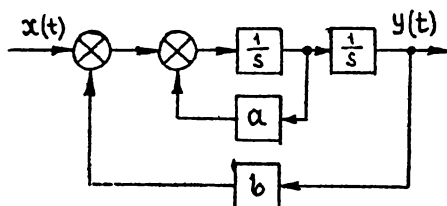
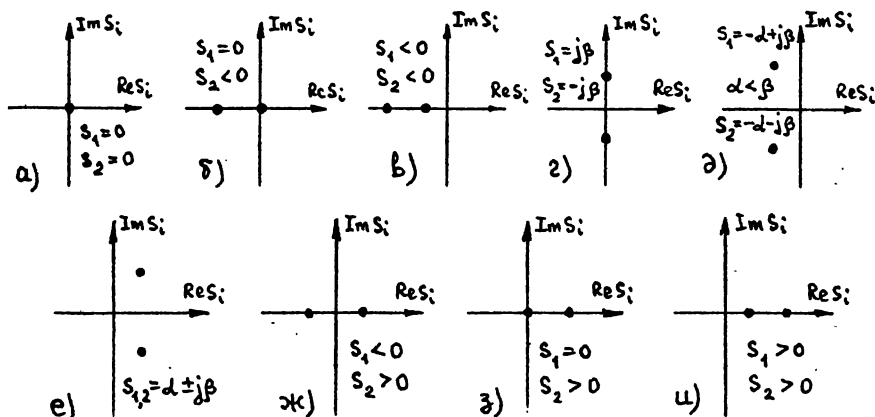

Рис. 21
Рис. 22
16. Запишите передаточную функцию для структурной схемы, изображенной на рис. 21. Исследуйте, при каких соотношениях между коэффициентами a и b , каждый из которых может быть как положительным, так и отрицательным, можно реализовать корни характеристического уравнения, располагающиеся на комплексной плоскости так, как показано на рис. 22.
18. Установив в схеме рис. 21 произвольные значения коэффициентов a и b , соответствующие устойчивому колебательному звену, получите экспериментально его переходную функцию и частотные характеристики. По результатам эксперимента определите параметры передаточной функции колебательного звена K , T и ξ .